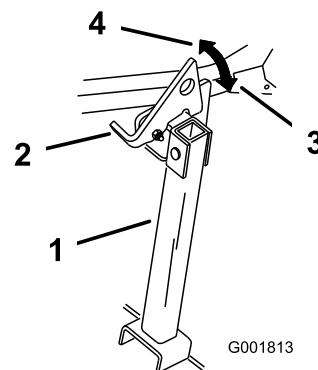

Figura 28
- Alzate il dispositivo di chiusura per sbloccarlo (Figura 28).